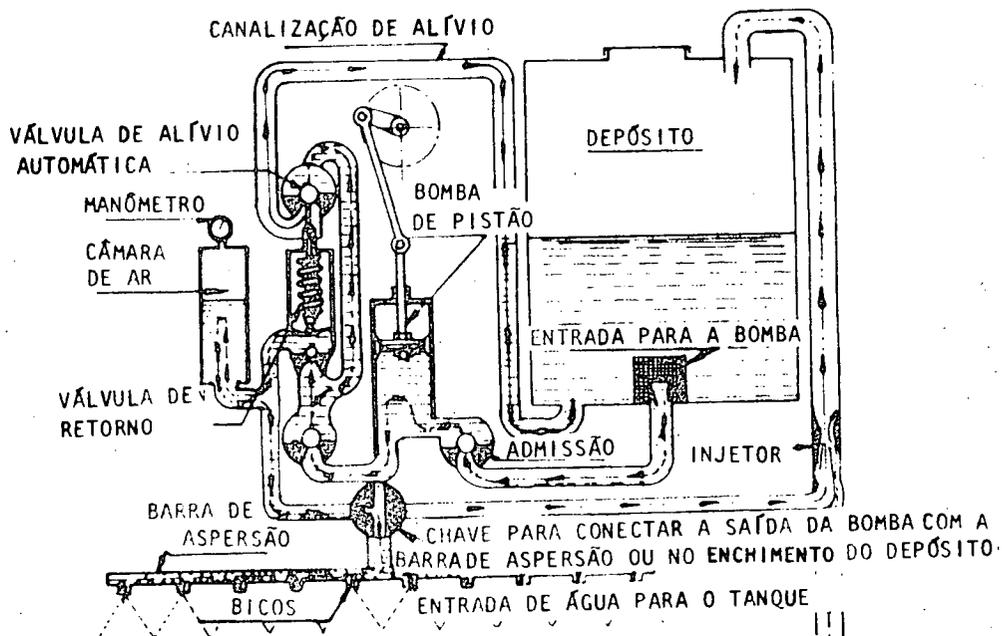

Fig. 12
*PULVERIZADORES DE ALTO VOLUME (fig. 12)*